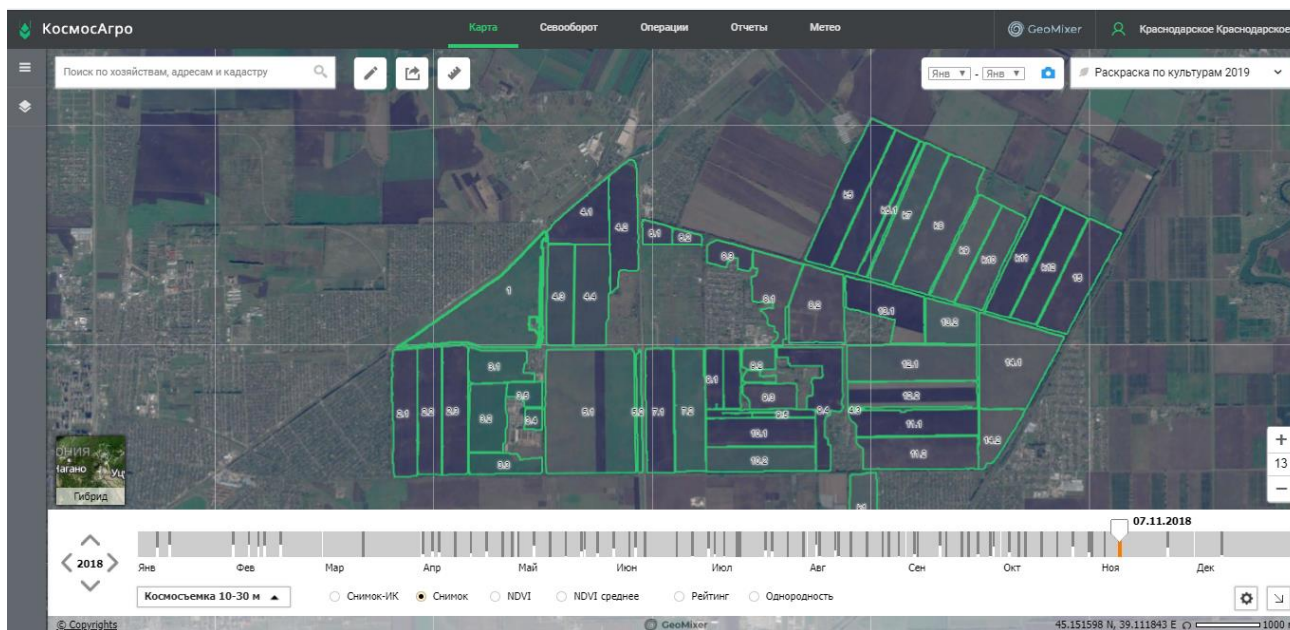

Рисунок 8.7 – Выбор даты и вкладки **Снимок**
2. Установите любую дату, когда не было облачности и укажите в нижней части окна вкладку **Снимок** Снимок (рисунок 8.7).